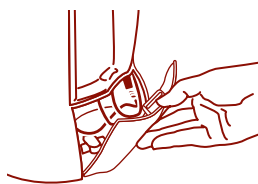

Figure 2
3. Enlevez le couvercle de rangement du cordon en appuyant vers le bas sur l'onglet du couvercle. Sortez le cordon électrique et branchez l'appareil dans une prise murale standard de 120 volts. Remplacez le couvercle et insérez le cordon électrique dans la fente, sous l'onglet d'ouverture du rangement du cordon. Figure 2